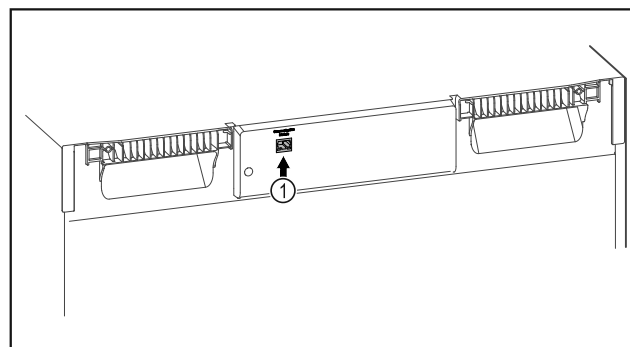

Fig. 100
- ❑ SmartModule Fig. 100 (1) inserito.